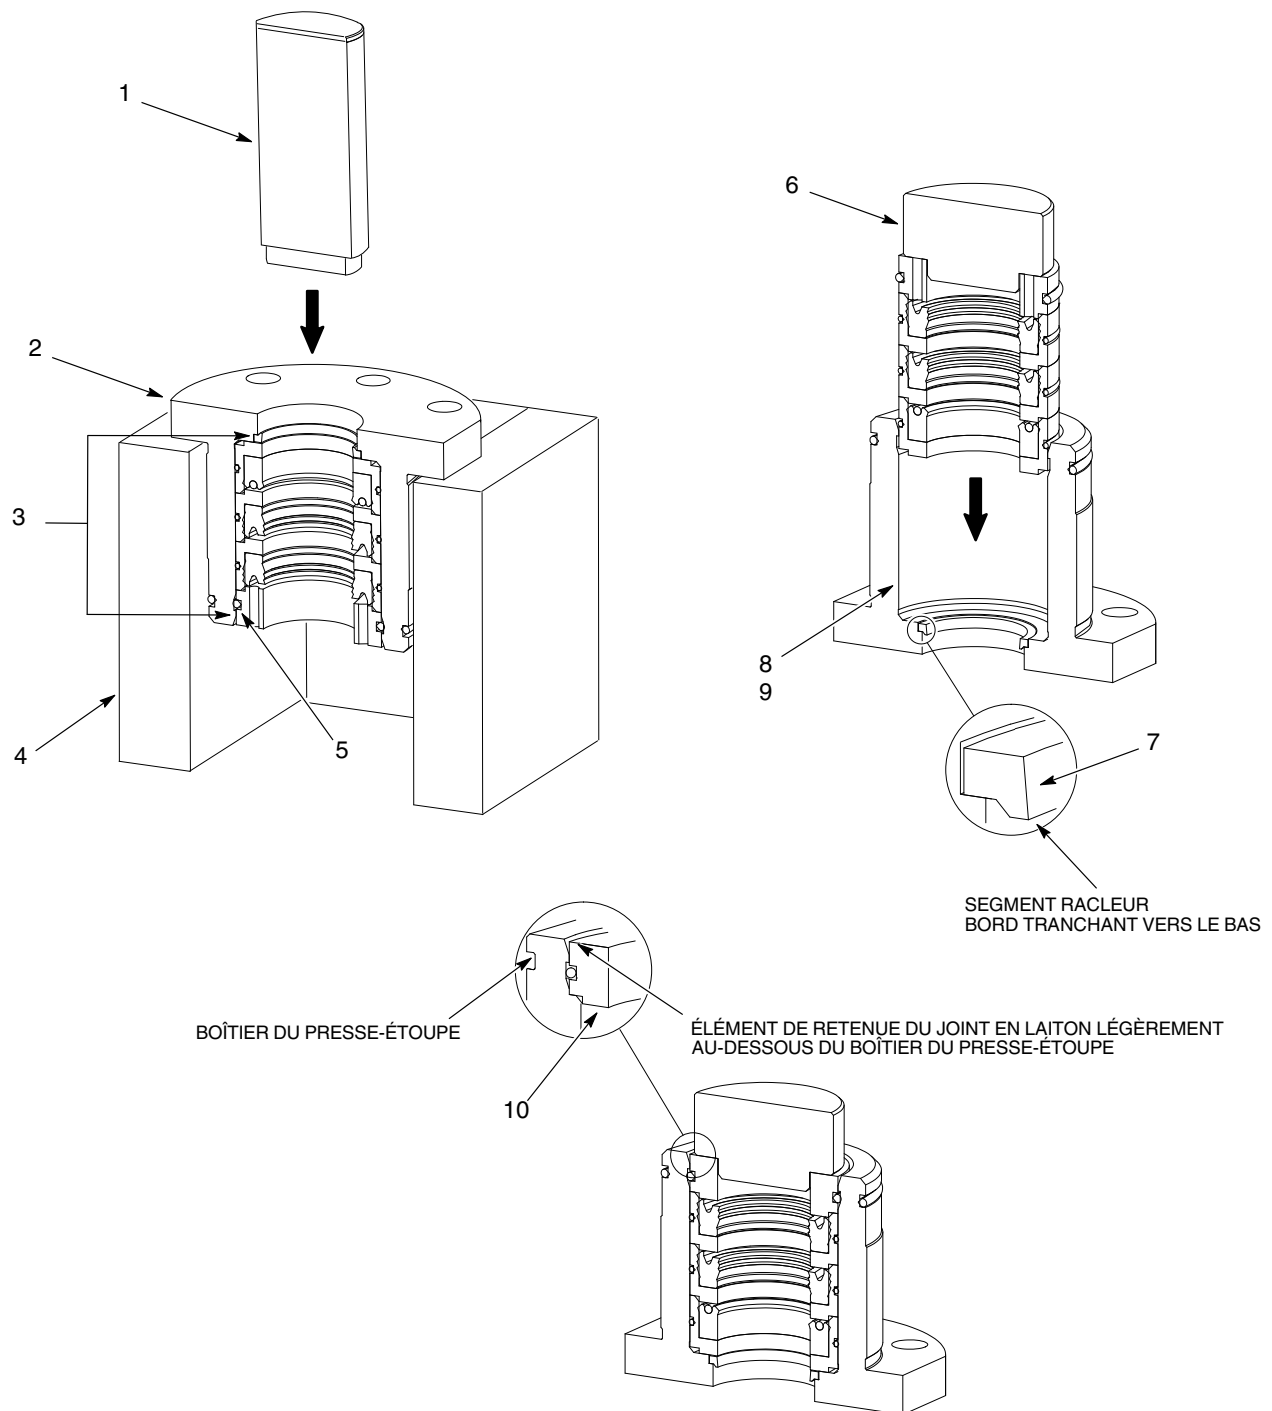

Figure 14 Remplacement des pièces internes du presse-étoupe
1. Voir la figure 14. Placer le boîtier du presse-étoupe (2) sur une platine de fixation (4).